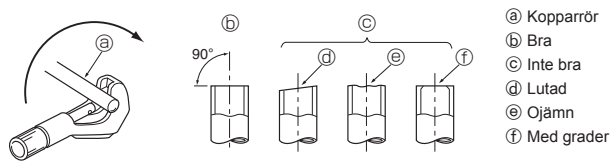

Fig. 5-2
5.2.1. Skära av rör (Fig. 5-2)